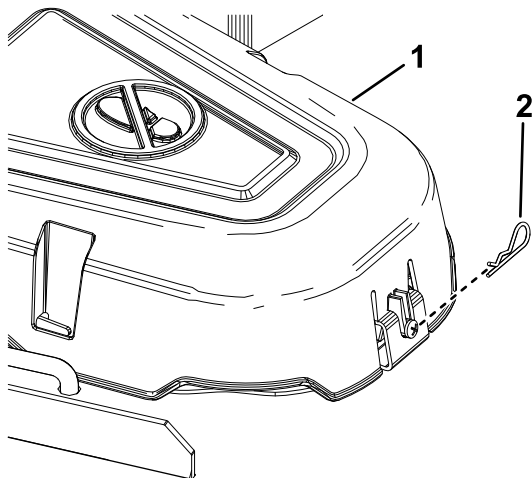

Figura 54
4. Îndepărtați tiftul în formă de agrafă i împingei proeminența spre interiorul capacului, pentru a îndepărta capacele fuliei (Figura 54).